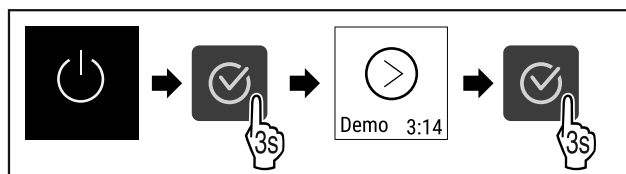

Fig. 26
► Wykonać czynności (patrz Fig. 26) .